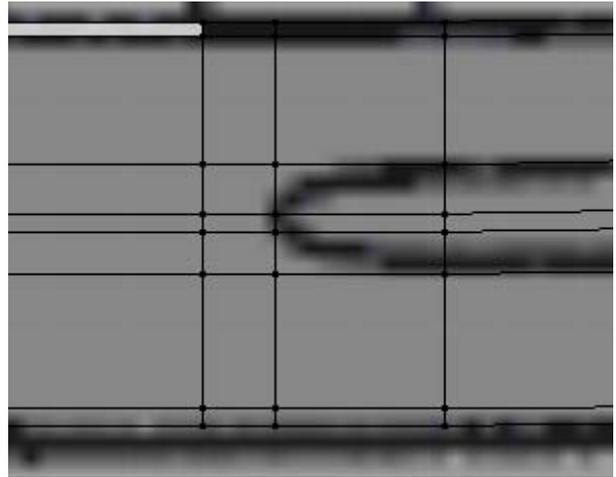

Figura 4.160
11. Para modelar a saliência, insira 4 contornos longitudinais e 3 transversais (alguns poderão já existir), [Ctrl]+[R], de modo semelhante ao que se mostra na figura 4.160.